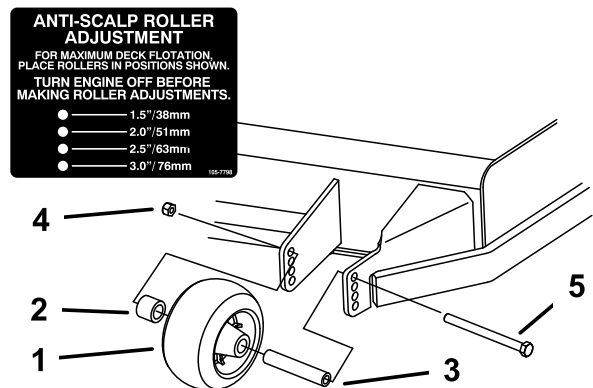
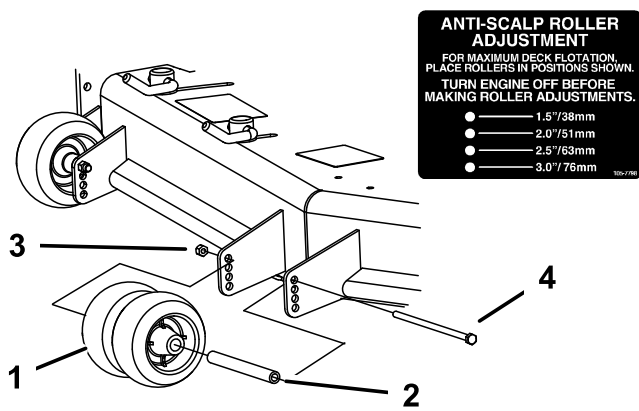
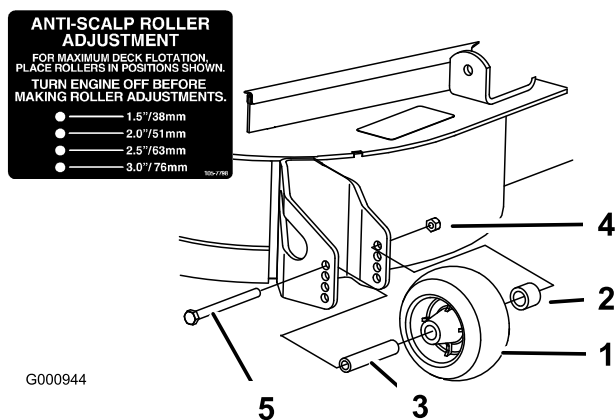

Figure 20
Figure 21
Figure 22
3. Après avoir réglé la hauteur de coupe, réglez les galets en retirant l'écrou à collerette, la bague, l'entretoise et le boulon (Figure 20, Figure 21 et Figure 22).
Remarque: Les deux galets centraux ne sont pas munis d'entretoise (Figure 21).
5. Posez l'écrou à embase, la bague, l'entretoise et le boulon. Serrez à 54–61 Nm (40–45 pi-lb) (Figure 20, Figure 21 et Figure 22).